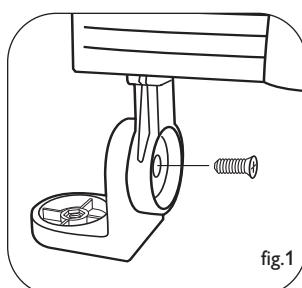

fig.1
1. Fijar el cuerpo principal al soporte en L según se indica, utilizando tornillo con cabeza de cruz. Tenga en cuenta la orientación del soporte. No apretar totalmente el tornillo para permitir un ajuste posterior (fig. 1).